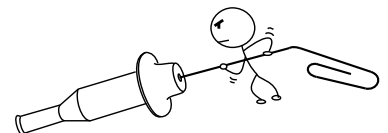

FIG.1
- (1) バルブアセンブリの交換
- (2) バルブピースの清掃(FIG.1)